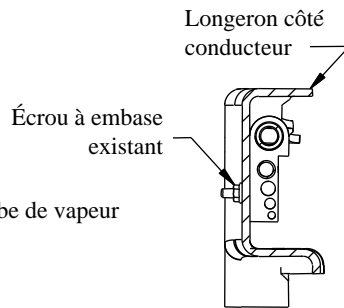
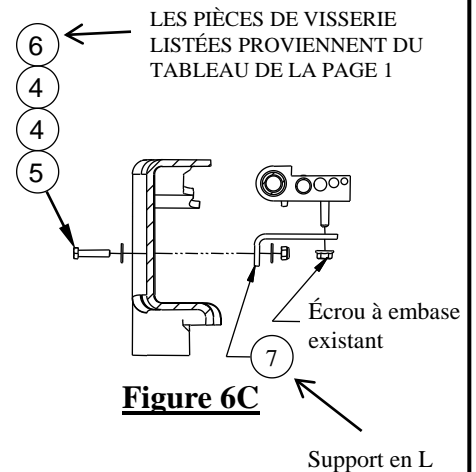

Figure 6B
Figure 6C
2. **Sur véhicules équipés de moteur à gaz seulement - 2005 et plus récent.** Le tube de vapeur qui court sur l'intérieur du longeron côté conducteur doit être repositionné avant de poser le support côté conducteur. Voir la Figure 6a à la page précédente. Ôter l'écrou à embase de l'extérieur du cadre et le conserver pour usage ultérieur. Voir la Figure 6b. Faire pivoter les tubes vers le haut et de façon à libérer l'accès. Poser le support en L à l'aide de la visserie 1/4 po, comme illustré à la Figure 6c. Serrer le support en L contre le cadre, mais laisser du jeu au porte-tube pour faciliter la pose du support.